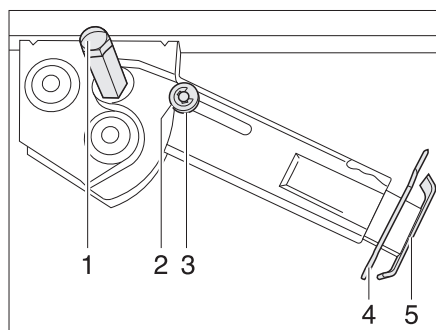

Fig. 34 Apoyo de elevación
- Colocar la llave de vaso en el hexágono (Fig. 34,1) y girarla hasta que el apoyo de elevación quede verticalmente hacia abajo.
- Extraer la clavija hendida (Fig. 34,4) de la prolongación del pie de apoyo (Fig. 34,5).
- Colocar la llave de vaso en el hexágono (Fig. 34,1) y girarla hasta que el apoyo de elevación esté de nuevo libre del suelo.
- Introducir totalmente la prolongación del pie de apoyo (Fig. 34,5) e introducir la clavija hendida (Fig. 34,4) en el orificio previsto para ello que hay en la prolongación del pie de apoyo.
- Girar con la llave de vaso en el hexágono (Fig. 34,1) hasta que el apoyo de elevación bascule hacia arriba y la arandela de guía (Fig. 34,3) esté totalmente introducida en la entalladura (Fig. 34,2).